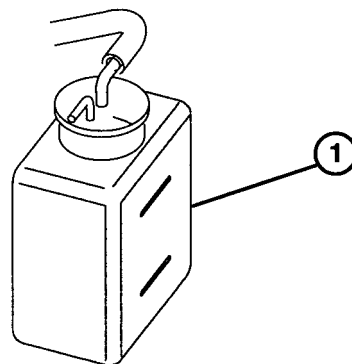

図19
2. 冷却液の量を点検する（図19）。タンクのマークの間まであれば適正（エンジンが冷えている時。）